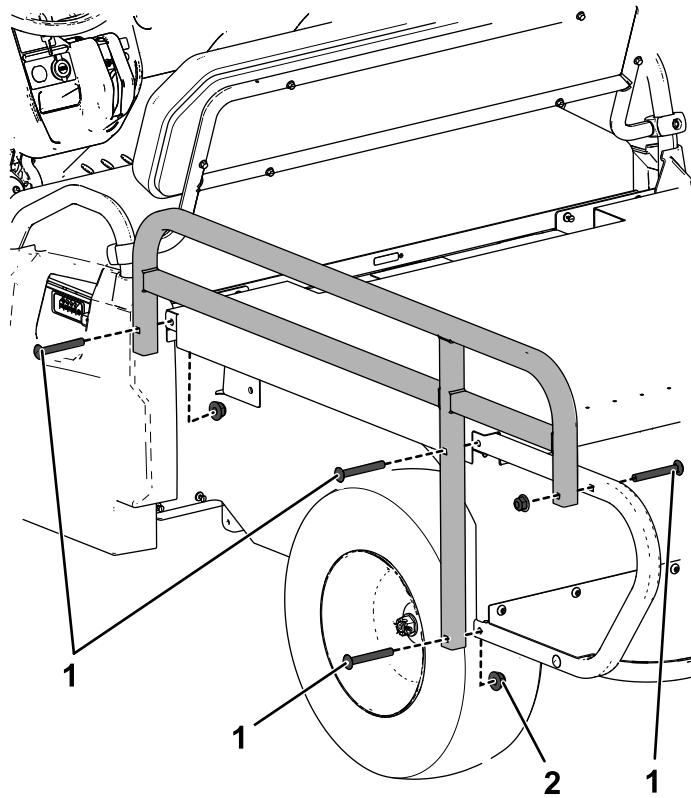

Рисунок 9
8. Установите боковые балки на платформу в сборе с помощью 8 каретных болтов ($\frac{3}{8}$ x 3 дюйма) и 8 шестигранных гаек ($\frac{3}{8}$ дюйма), как показано на Рисунок 9.